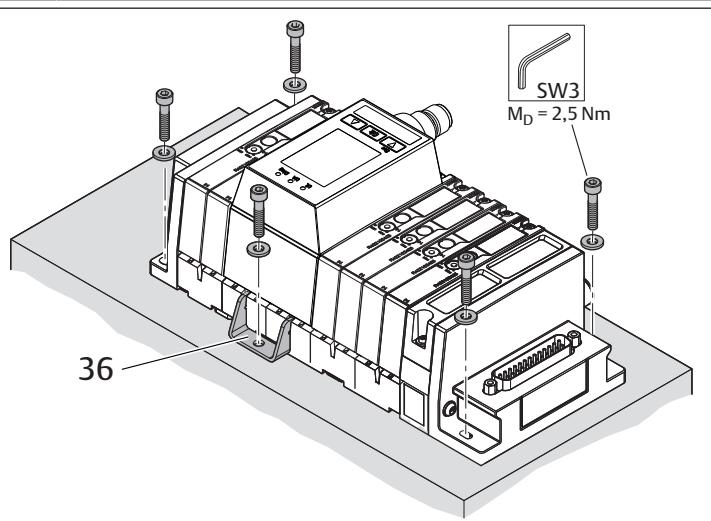

Fig. 11: Fissaggio del sistema valvole con angolari di sostegno, esempio
- Per la stabilizzazione del sistema valvole applicare ulteriori angolari di sostegno (36) (ved. Fig. 11). Regola generale: a partire da 17 posti valvola è necessario un angolare di sostegno aggiuntivo per ogni 8 posti valvola addizionali. Esempio: